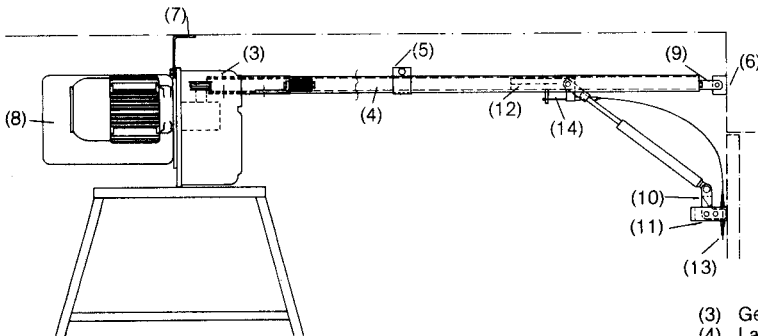

Bild 5
- Beiliegende gelochte Befestigungseisen (7) auf Länge (notwendige Abhängung zur Garagendecke) schneiden und am Getriebegehäuse (3) bzw. an die Klammer für die Mittlenabhängung (5) anschrauben.
- Befestigungslochgruppe bohren und Antrieb (2) mit Messing-Spreizdübeln und Maschinenschrauben an der Garagendecke anschrauben.
- Zugbügel (11) mittig am oberen Teil des Garagentores anschlagen, bohren und anschrauben.
- Spiralmantel (13) für Bowdenzug (14) in Laufschiitten (12) einstecken und am Zugbügel (11) einschrauben (Bild 5).
- Notlöse-Bowdenzug (14) durch Spiralmantel (13) ziehen und mit Drahtseilklemme am Torknauf befestigen.
- Ggf. Bowdenzugverbindung zwischen Winkelhebel (10) und Bodenschnäpper bzw. zwischen Torknauf und Bodenschnäpper herstellen, um eine Toröffnung auch bei Notentriegelung zu erreichen.